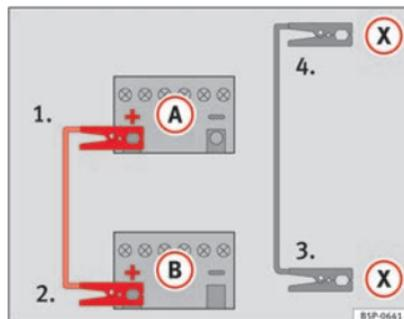

Fig. 215 Esquema de ligação para veículos com sistema Start/Stop.
- **Em veículos com sistema Start-Stop:** Ligue uma extremidade do cabo *preto* de emergência (X) a um terminal de massa adequado, a uma peça de metal maciça que esteja aparafusada ao bloco do motor, ou ao próprio bloco do motor ⇒ Fig. 215.
5. Ligue a outra extremidade do cabo *preto* de emergência (X), no veículo com a bateria descarregada, a uma peça de metal maciça que esteja aparafusada ao bloco do motor ou ao próprio bloco do motor, mas o mais afastado possível da bateria (A).